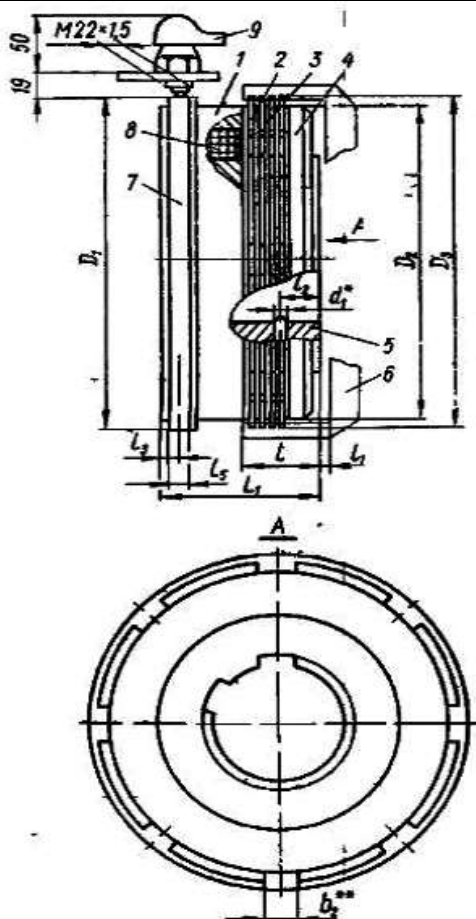

Рис. 1. Муфты контактные:
$l$  - см. рис. 1; \*2 отв.; \*\*3 отв.
3.1. Муфта (рис. 1, 2, 3) состоит из следующих основных частей: